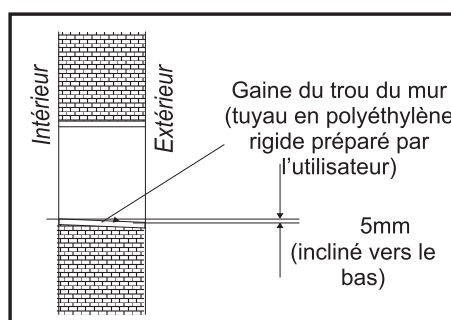

Fig. 2
- 3) Installez une gaine à travers le trou du mur pour que le mur reste propre. (Fig. 2).